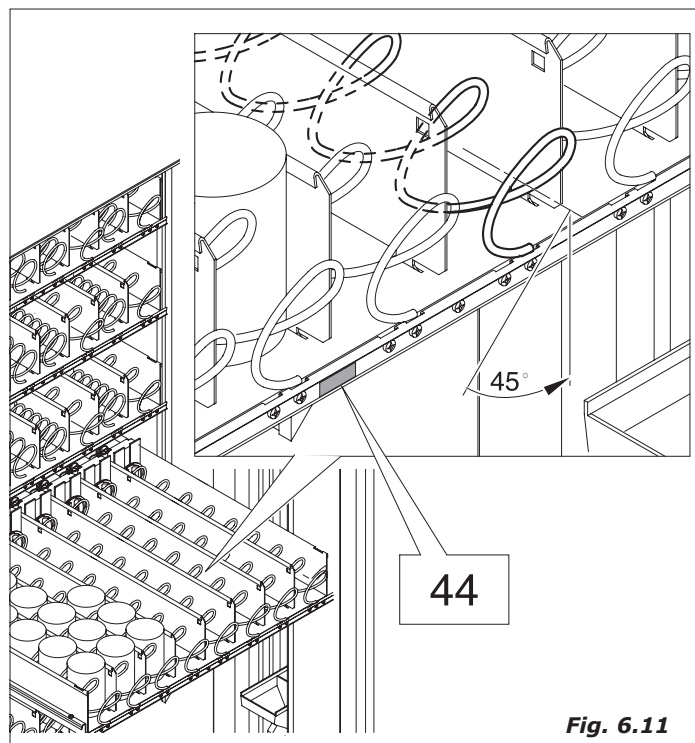

Fig. 6.11
– cada espiral pode ser roteada de 45° por vez (fig. 6.11) para encontrar a posição ideal por cada tipo de produto. Para a regulação ver o apêndice capítulo.